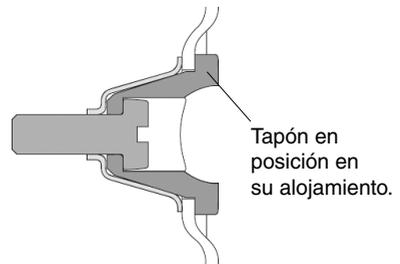

**Fig. 10.1**
- 3 / Apriete el tornillo de tensión a **1 Nm** hasta que el tapón se mantenga por completo en su alojamiento (Fig. 10.1).